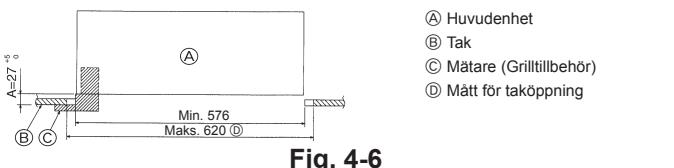

Fig. 4-6
- Om huvudenheten inte kan riktas in mot monteringshålet på taket, kan det justeras med en skära som finns på monteringsfästet. (Fig. 4-6)